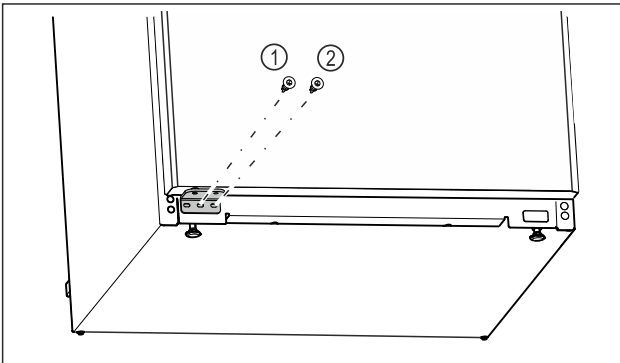

Fig. 17
- ▶ Przykręcić środkową śrubę płytki zawiasu Fig. 17 (1) śrubokrętem Torx 20.
- ▶ Przykręcić wewnętrzną śrubę płytki zawiasu Fig. 17 (2) śrubokrętem Torx 20.